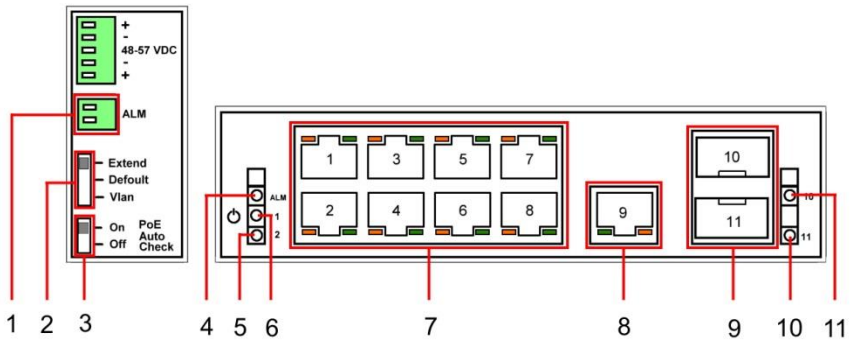

Рис. 3 Коммутатор SW-60812/WU, разъемы и индикаторы
- Релейный выход (1) Рис.3 поддерживает управление исполнительными устройствами (сирена, светодиодное табло и т.д.) мощностью не более 24 Вт. Напряжение источника питания, подключенного к релейному выходу, не должно превышать 24 В постоянного тока. Ток, проходящий через реле, не должен превышать 1А.